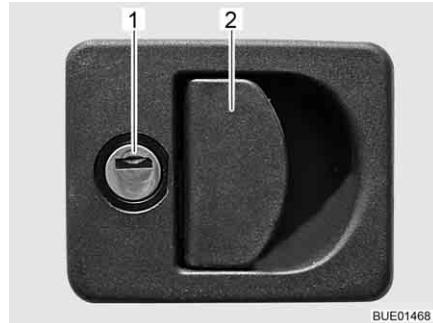

Bild 31 Klappenschloss mit Griffschale
- Schlüssel in Schließzylinder (Bild 31,1) stecken und eine viertel Umdrehung drehen. Das Klappenschloss ist entriegelt.
- Am Schlossgriff (Bild 31,2) ziehen. Die Außenklappe ist geöffnet.